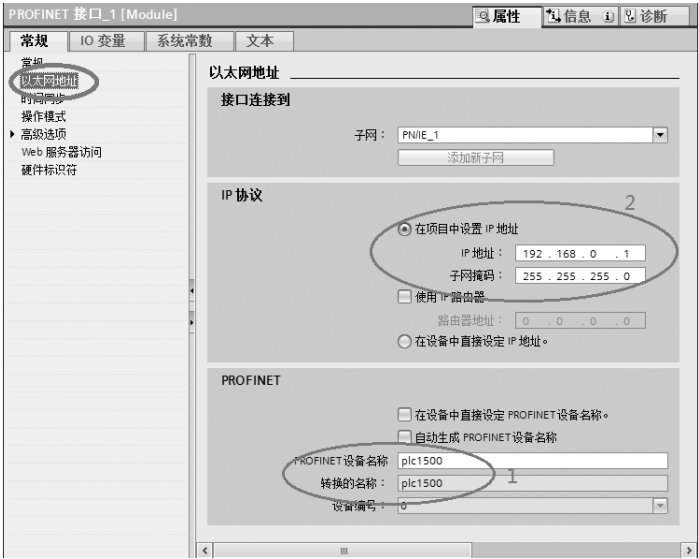

图 7-69 设置 S7-1500 的设备名称和 IP 地址
4) 组态 S7-1500 的设备名称和分配 IP 地址，如图 7-69 所示。